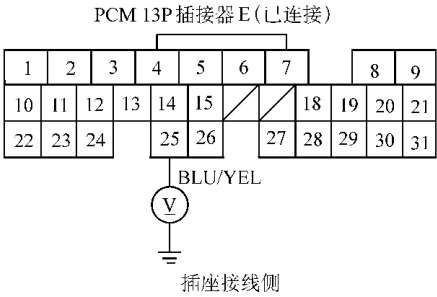

图 12-45 将 PCMB1P 插接器 E9 号端子连接到电压正极探针上
6) 如图 12-45 所示，将 PCMB1P 插接器 E 的 9 号端子连接到电压正极探针上，负极探针与车身接地连接。